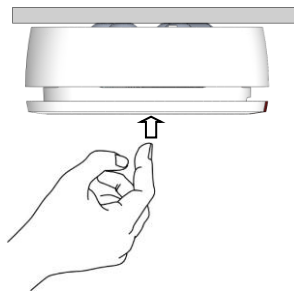

Figura 12
1. Premere il coperchio energicamente (*vedere Figura 12*). Se il rivelatore funziona correttamente, verrà attivato un allarme (*vedere Indicatori Ottico / Acustici*) e un evento di allarme verrà trasmesso al ricevitore radio del sistema.